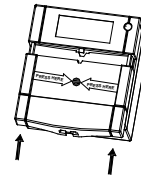

Fig. 7: Återställning av manöverelement
4. Kläm fast framsidan på botten (se fig. 7).